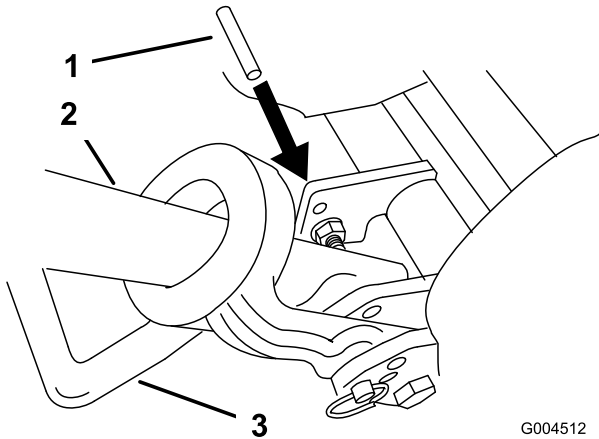

Figura 13
2. Baje el soporte de pie. Inserte un pasador o similar de 6 mm de diámetro en el taladro del bastidor situado por encima del perno de montaje del soporte de pie (Figura 13).